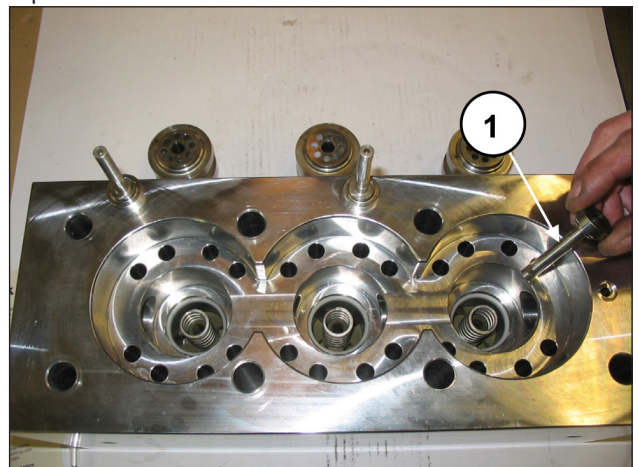
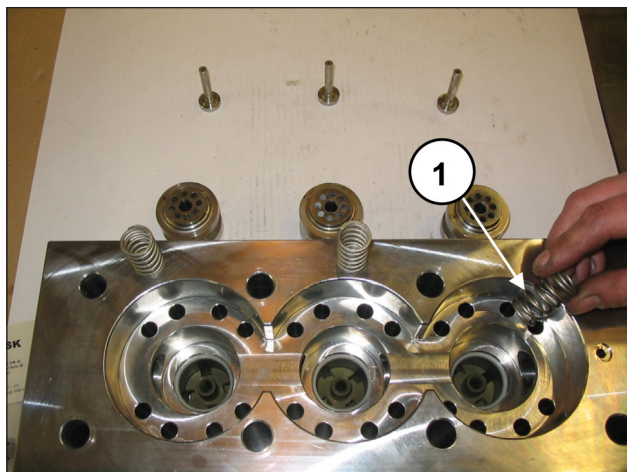
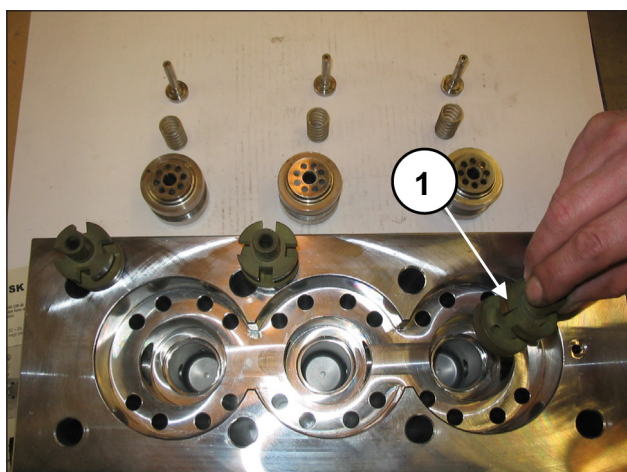

Fig. 117
Fig. 118
Fig. 119
Estrarre i piattelli di mandata (pos. ①, Fig. 117), e le rispettive guide (pos. ①, Fig. 119), con relative molle (pos. ①, Fig. 118), controllare il loro stato di usura ed eseguire, se necessario, eventuali sostituzioni, e comunque negli intervalli indicati nel capitolo 11 del **Manuale uso e manutenzione**.